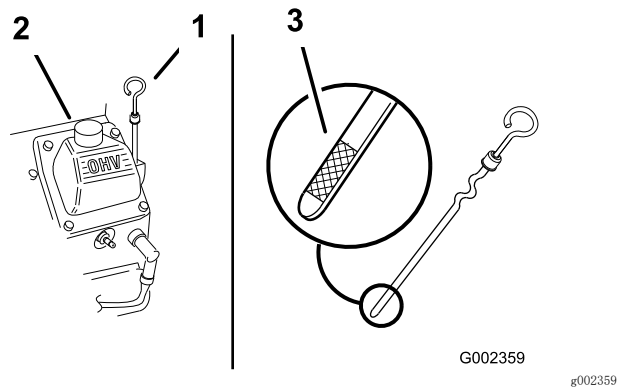

图17
2. 清洁量油尺周围的区域（图17），防止灰尘落入注油孔并损坏发动机。
3. 取出量油尺，擦拭干净，然后完全安装到位（图17）。
油位应到达量油尺金属端的“已满”标记处（图17）。
5. 如果油位低于“已满”标记，应取下加油管盖（图17），添加机油，直至油位达到量油尺上的“已满”标记。切勿过量添加。